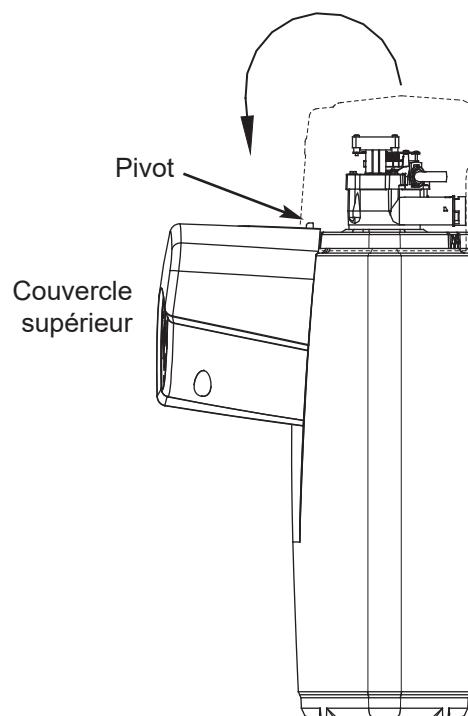

FIG. 9
3. Suspender le couvercle sur le pivot et le placer sur le rebord de façade, telle qu'illustrée à la Figure 9. Évitez que le couvercle soit suspendu par les fils.